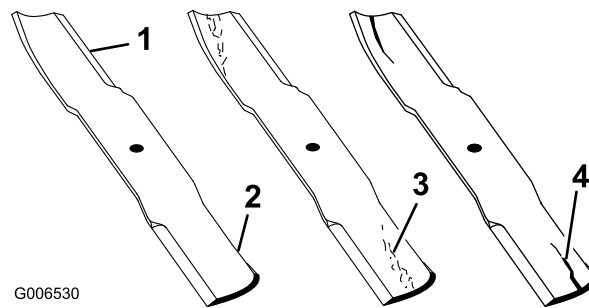

Figura 40
1. Inspeccione los filos de corte (Figura 40). Si los bordes no están afilados o tienen mellas, retire las cuchillas y afílelas; consulte *Cómo afilar las cuchillas*.
2. Inspeccione las cuchillas, especialmente la parte curva (Figura 40). Si observa daños, desgaste o la formación de una ranura en esta zona (elemento 3 en la Figura 40), instale inmediatamente una cuchilla nueva.